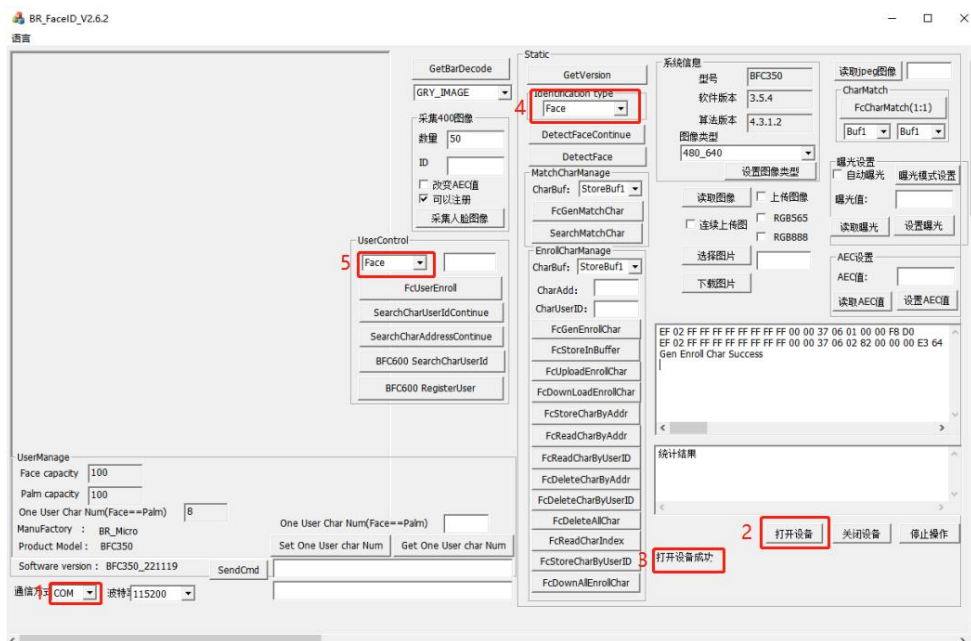

图 4-2
(1) UART 通信，方法如下图 4-2 所示，分别连接 J4 4pin 座的 GND、RX、TX 和 5V。